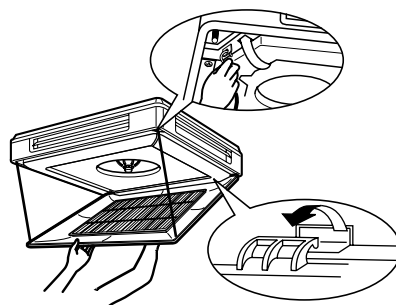

Fig. 4
- 2 Dopo averla aperta, rimuovere la griglia di aspirazione spingendola verso l'alto come illustrato. (Fare riferimento alla Fig. 4)